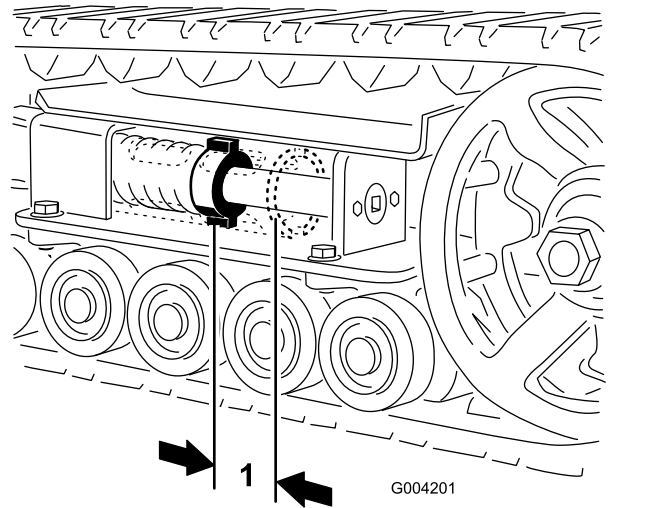

Figure 51
L'écrou de tension et l'arrière du tube de tension doivent être distants de 7 cm (2¾ po) (Figure 51). Si ce n'est pas le cas, réglez la tension des chenilles comme suit :
12. Tournez la vis de tension dans le sens antihoraire jusqu'à obtention d'un écartement de 7 cm (2¾ po) entre l'écrou de tension et l'arrière du tube de tension (Figure 51).
- Tournez la vis de tension dans le sens antihoraire jusqu'à obtention d'un écartement de 7 cm (2¾ po) entre l'écrou de tension et l'arrière du tube de tension (Figure 51).